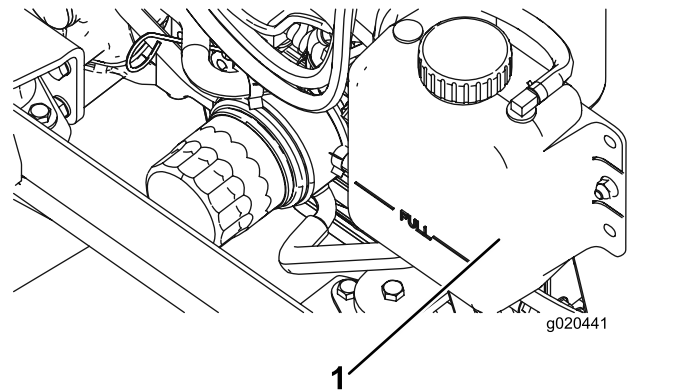

Bild 12
1. Schrauben Sie den Kühlerdeckel und den Deckel vom Ausdehnungsgefäß vorsichtig ab (Bild 12).